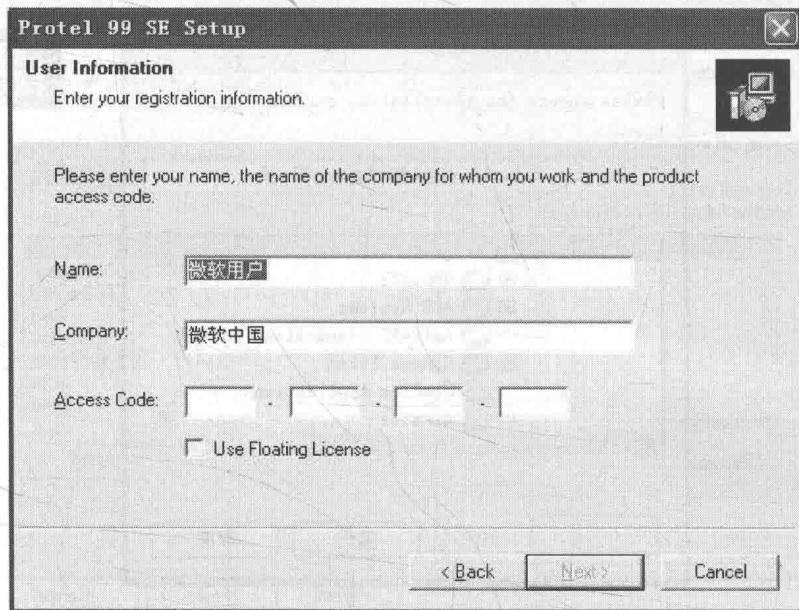

图 0-2 用户注册
3) 单击“Next”按钮，进入注册对话框，如图 0-2 所示。按提示输入用户信息及序列号，单击“Next”。